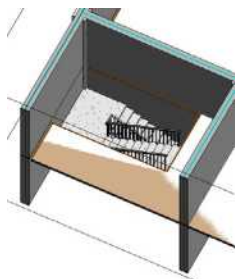

图 12-45 竖井洞口
(5) 单击“模式”面板中的“完成编辑模式”按钮，完成竖井洞口的绘制，如图 12-45 所示。